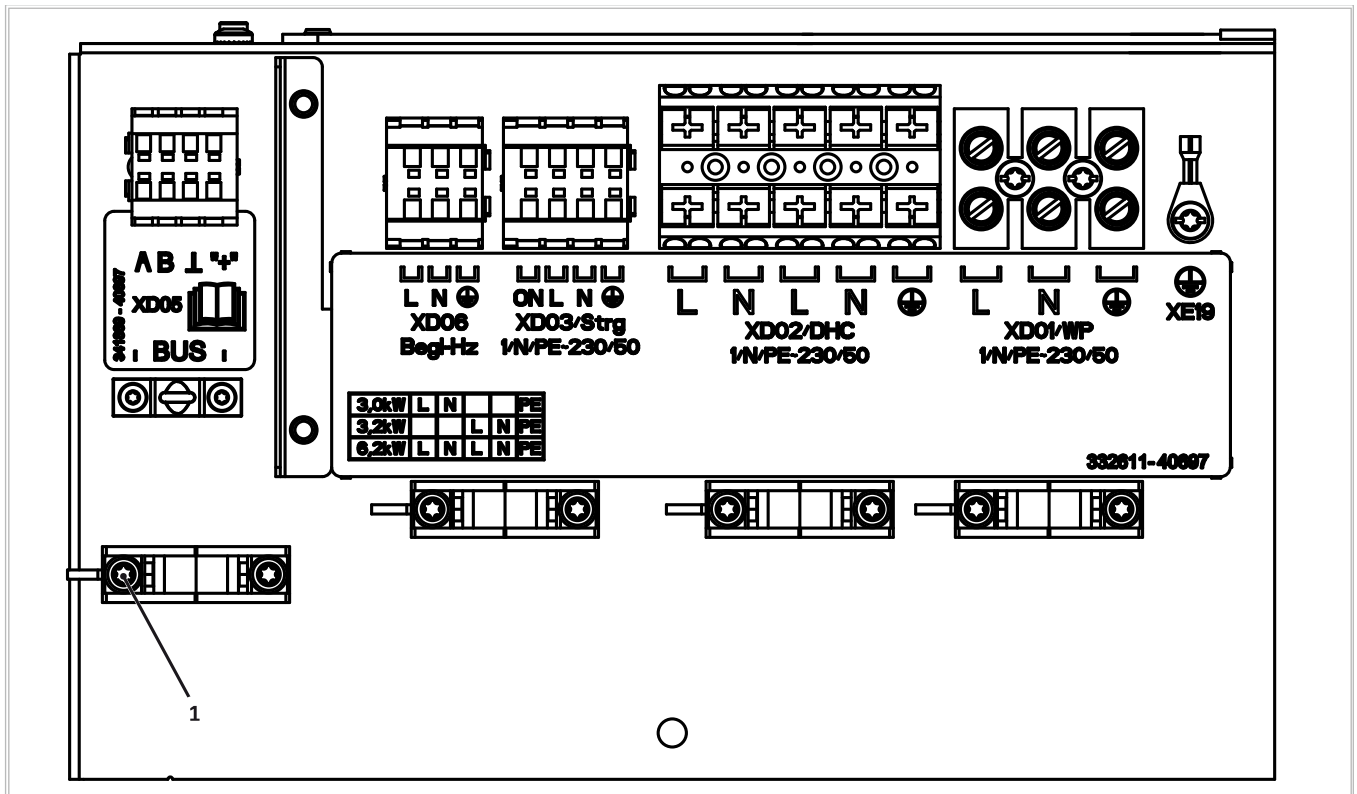

Abb. 27: SolvisLea 8,3 Premium: Anschlussbereich
3. Elektrische Leitungen entsprechend der folgenden Abbildung (siehe → Abb. 27) anschließen.